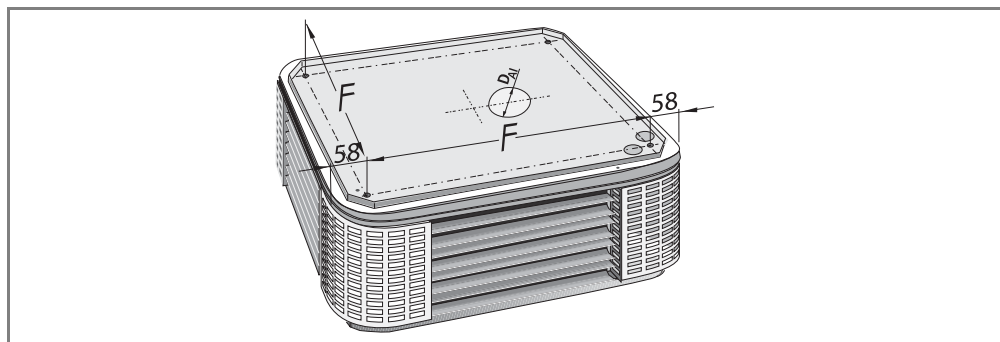

Abb. 4-3: Bohrmaße bei Deckenmontage des Multi Flairs
- Übertragen Sie die Bohrmaße gemäß Abb. 4-3 und Tab. 4-2 auf die Decke.